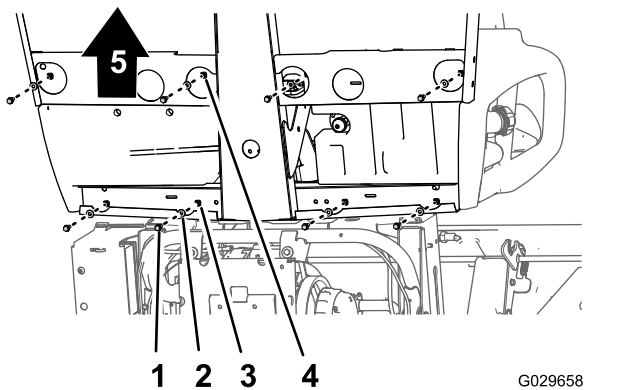
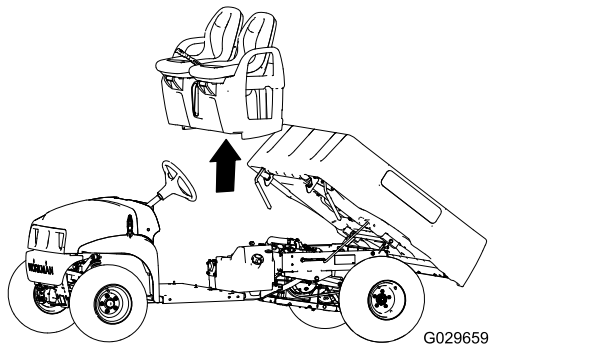

Figura 41
Figura 42
1. În partea de jos a mainii, scoateți cele 8 uruburi cu guler și cele 8 aibe care fixează baza scaunului la placa de podea și la canalul din spate al cabinei (Figura 41).
- Ridicai cu grijă scaunele, baza scaunelor i cablurile frânei de parcare de la maină (Figura 41).
1. Ridicați scaunele și baza scaunelor pe mână și aliniați cablurile de frână la asiu (Figura 41 și Figura 42).
2. Aliniați orificiile din baza scaunului cu orificiile din placa de podea și canalul din spate al cabinei (Figura 41 și Figura 42).